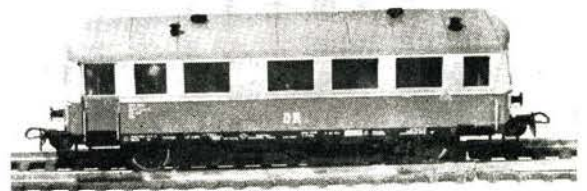

Bild 1 Piko-Modell des VT 135 062 der Deutschen Reichsbahn
Im Heft 4/1963 unserer Zeitschrift wurde das Modell des VT 135 062 der Deutschen Reichsbahn vorgestellt (Bild 1). In seiner äußeren Gestaltung und Farbgebung entspricht der Triebwagen der Qualität der bekannten Piko-Güterwagenmodelle. Hervorzuheben ist die Gestaltung, die sehr vorbildgetreu ausgeführt wurde. Das Triebfahrzeugmodell hat außer der dem Güterwagensortiment angepaßten äußeren Gestaltung ein neuartiges Getriebe. Wesentliche Bauteile dieses Getriebes sind zwei Platinen in Verbindung mit einem leistungsstarken Permanentmotor. Die beiden Platinen lassen das gesamte Getriebe als ein abgeschlossenes Ganzes erscheinen. Sie nehmen sowohl den Motor, als auch die Getriebeachsen, Radsätze und andere Bauteile auf. Um eine gleichbleibende Genauigkeit der einzelnen Lager für die Getriebeachsen zu erzielen, wurde erstmals bei diesem Getriebe eine neue Technologie angewendet. Im Stanztteil werden die nötigen Durchbrüche in groben
Fotos: GFF Werbung Dresden (Bild 1), Hermann R. Kirsten, Dresden (Bilder 2, 3, 4, 5, 6)
■ Bild 1 Lok 83¹⁰ in der Nenngröße TT, gebaut von Herrn Wolfgang Kaden aus Freiberg/Sa. Er erhielt dafür einen 3. Preis in der Gruppe Triebfahrzeuge D 3